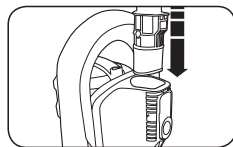

Fig. 1
1. Deslice el mango en las ranuras en la parte superior de la aspiradora hasta que encaje en su lugar (Fig. 1).